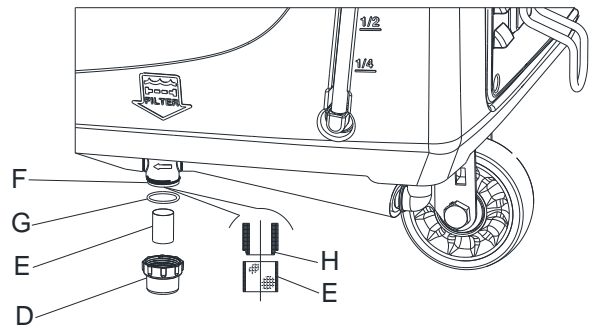

Figura 5
228. Rimuovere il coperchio (D, Figura 5), quindi rimuovere il retino filtrante (E). Pulirli e montarli sul supporto (F).